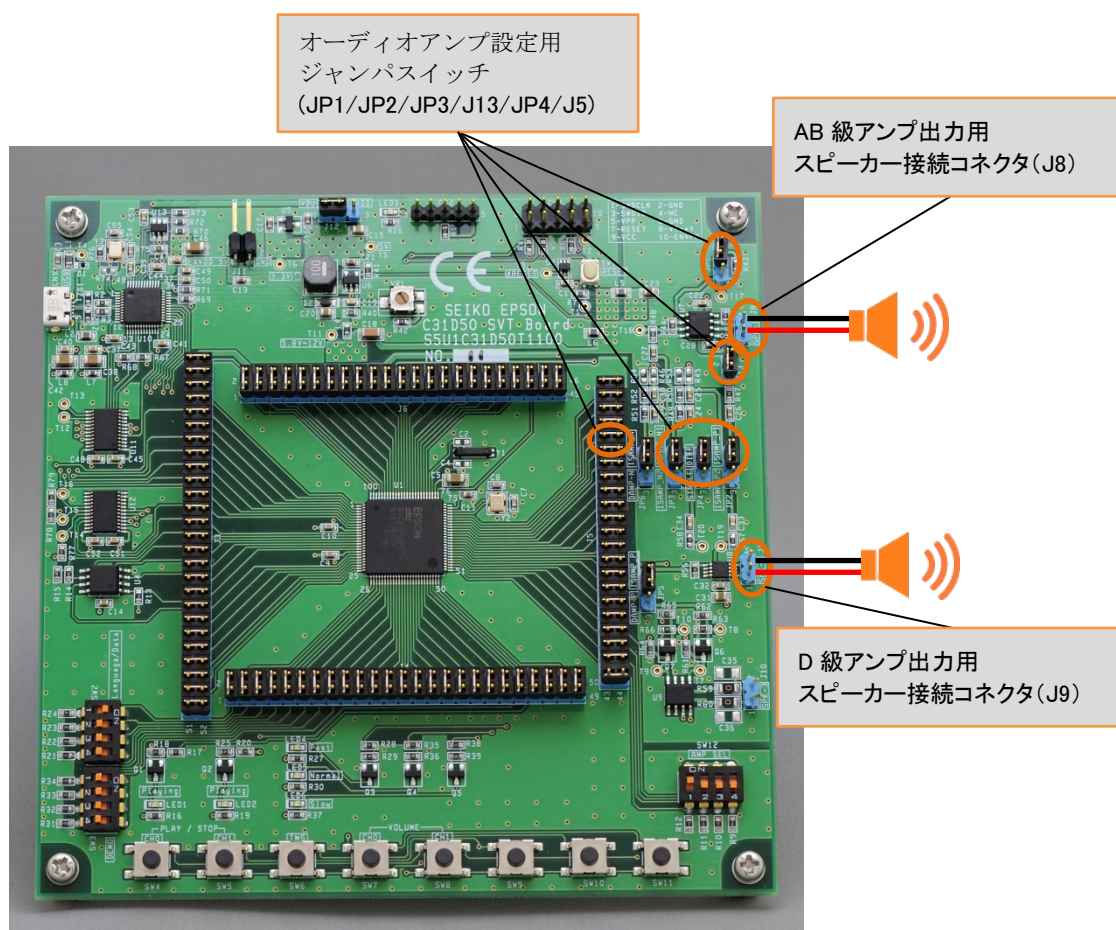

図 3.20.2 音声再生機能に関連するジャンパとコネクタの配置
1. 評価ボード(S5U1C31D5xT1)のオーディオアンプのジャンパ設定を確認します(表 3.20.2、図 3.20.2 参照)。
2. 付属のスピーカーケーブルを介して、スピーカー接続コネクタにスピーカーを接続します(図 3.20.2 参照)。